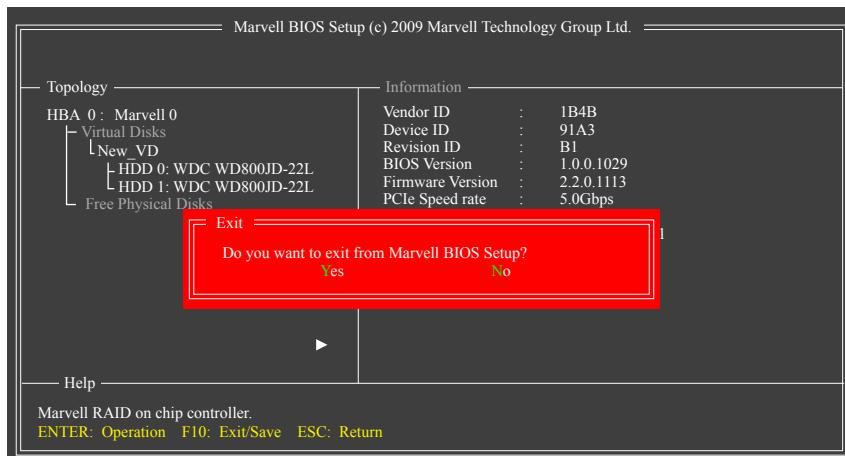

図 7
5. Save the Settings and Exit。RAID設定を完了した後、設定画面を終了する前に、メイン画面で必ず<F10>を押してください。<Y>を押して確認するか、<N>を押してキャンセルします(図7)。